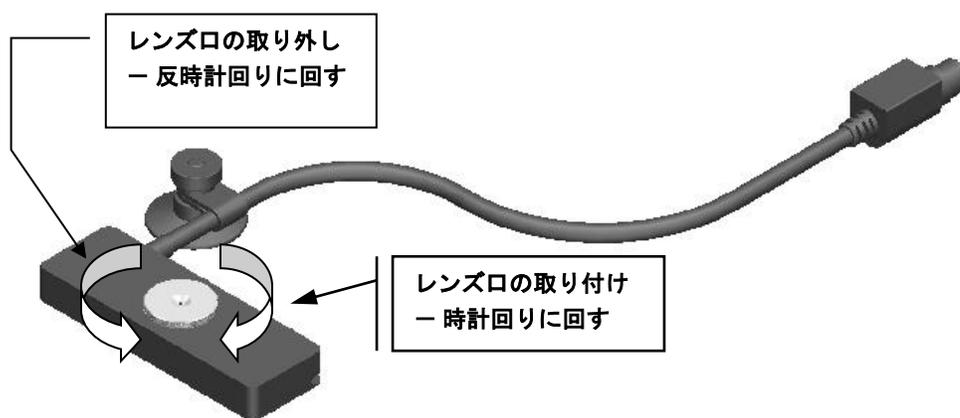

図 5 LED センサーのレンズ口
5.1.2 レンズ口を取り外すには、レンズ口を反時計回りに回します (機械工具を使用しないでください)。図 5 を参照してください。
5.1.3 レンズ口を取り付けるには、ネジ山を合わせて、回らなくなるまで時計回りに手で回します (強く回しすぎたり、機械工具を使用しないでください)。図 5 を参照してください。